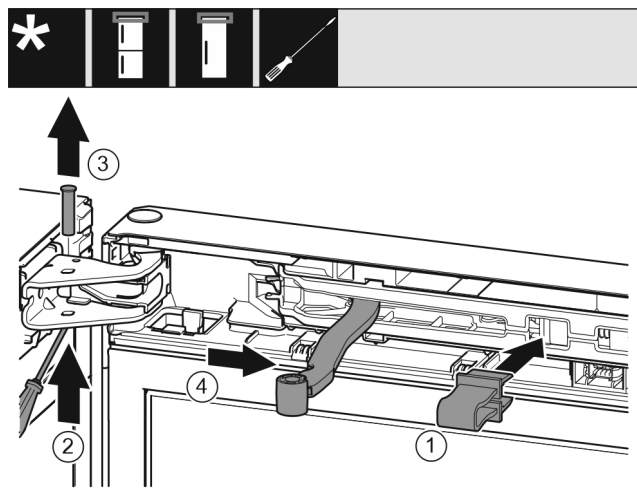

Fig. 10
- ▶ Зафиксируйте предохранитель в отверстии. Fig. 10 (1)
- ▶ Выкрутите палец при помощи отвертки. Fig. 10 (2)
- ▶ Извлеките палец движением вверх. Fig. 10 (3)
- ▶ Поверните шарнир в направлении двери. Fig. 10 (4)